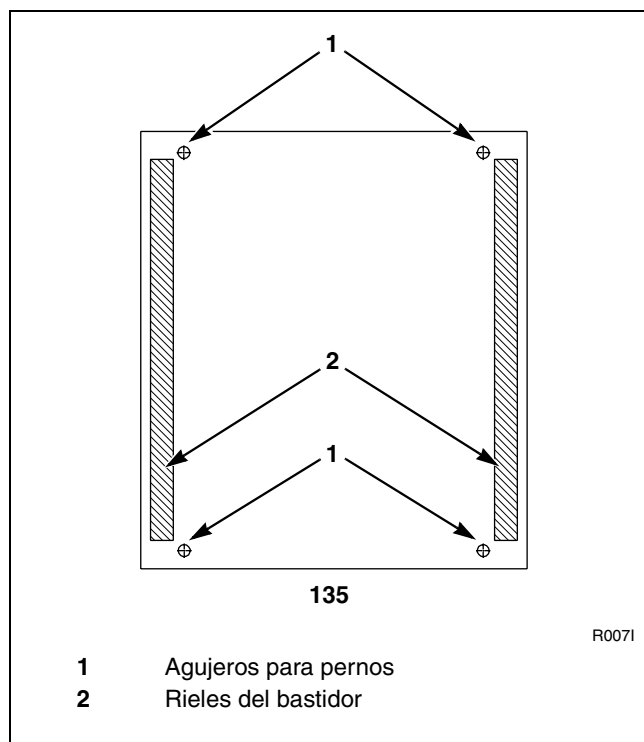
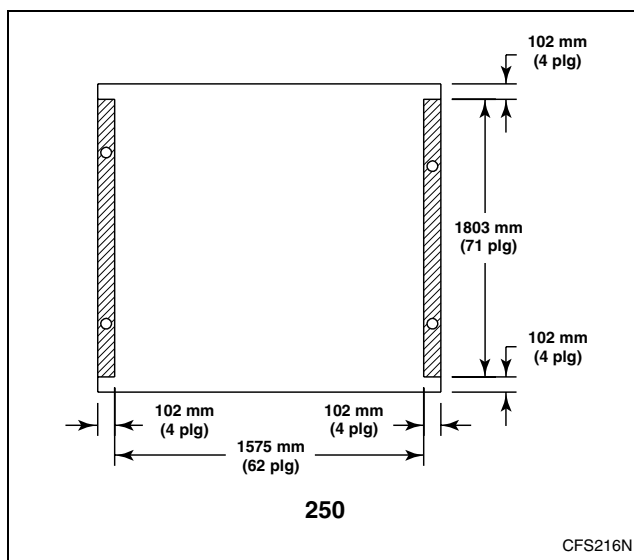

Figura 11
Figura 12
5. Rellene el espacio entre la base de la lavadora extractora y el piso con lechada de buena calidad para maquinaria, que no encoja, para asegurarse de que la instalación quede estable. Consulte la *Figura 11* los detalles de aplicación de lechada en el modelo de 135 libras de capacidad. Consulte la *Figura 12* los detalles de aplicación de lechada en el modelo de 250 libras de capacidad.